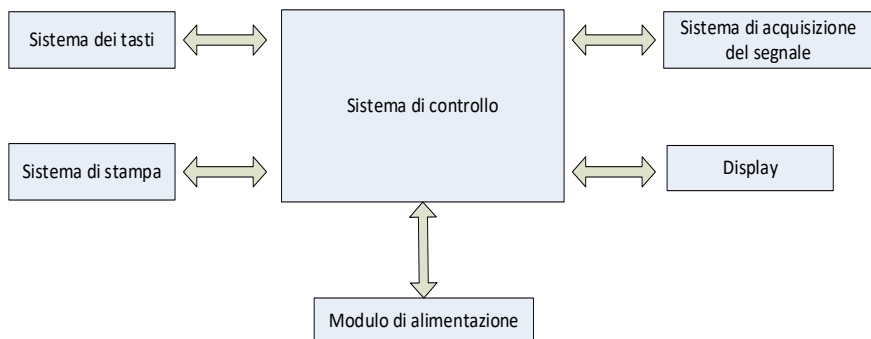

Figura 4-1 Diagramma a blocchi dell'unità di controllo
(2) Il diagramma a blocchi del principio di funzionamento viene mostrato nella Figura 4-1.